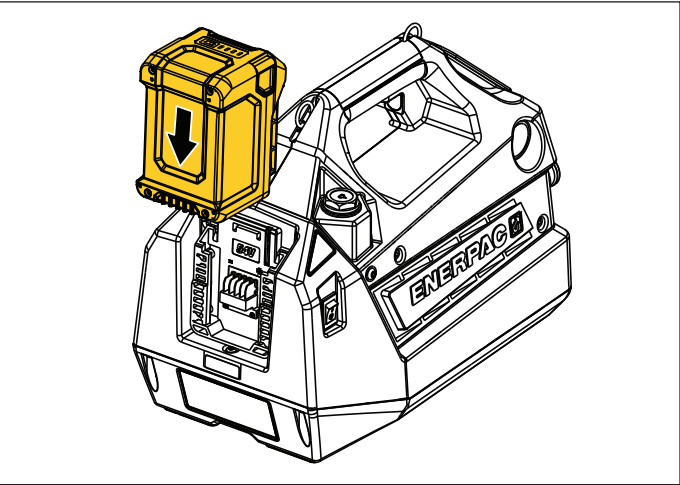

Figura 7: Batería - Instalar
- **Para instalar la batería en la bomba:** Inserte la batería en la interfaz de la batería en la parte trasera de la bomba. Asegúrese de que encaje bien en su posición. Véase Figura 7.